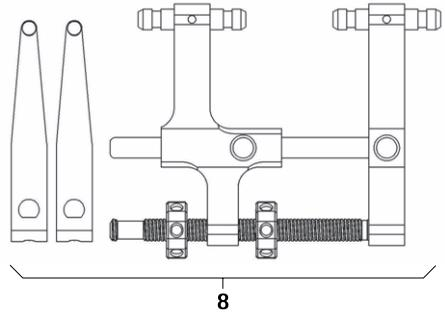

Fig. 13
- Monter le distracteur 8 avec les lames de distraction, voir Fig. 13.